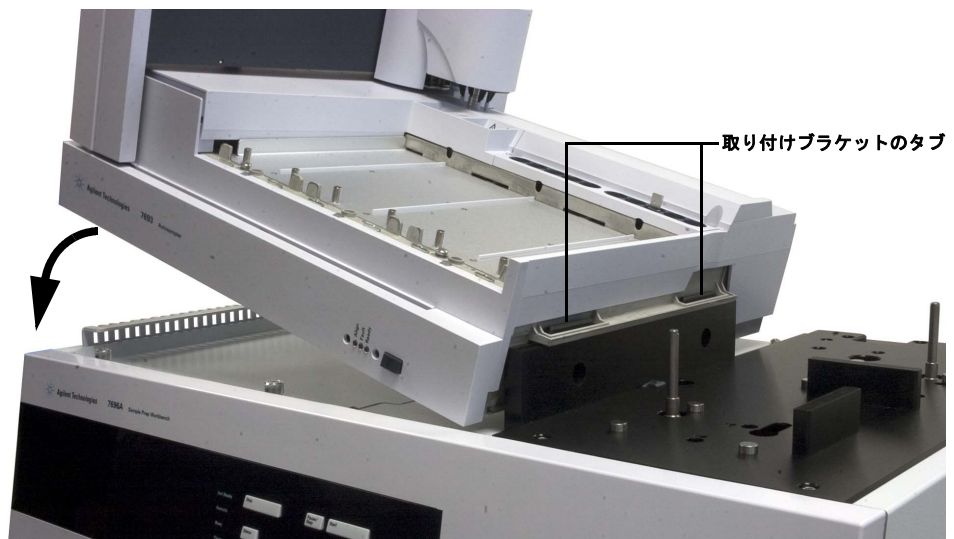

図 42 サンプルトレイをメインフレームに取り付ける
- 1 両手でサンプルトレイをメインフレームベース上に慎重に下ろします。サンプルトレイ取り付けブラケットのタブをメインフレームの取り付けブラケットに合わせます (図 42)。ブラケットの下部にあるタブがメインフレーム取り付けブラケットのフィッティングに入る角度にサンプルトレイを下ろします。サンプルトレイ取り付けブラケットのタブがメインフレームの取り付けブラケットにそろっていることを確認します。